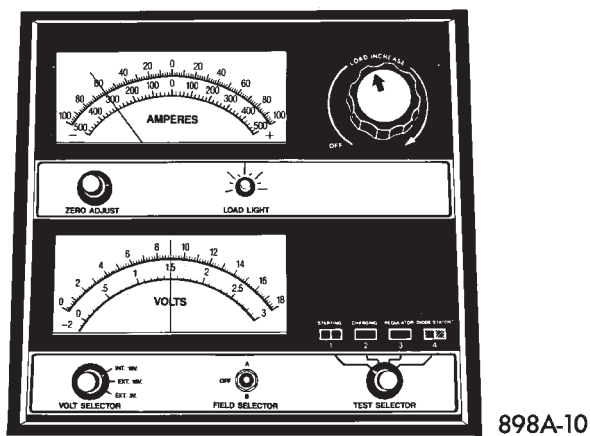

Fig. 8 Eliminación de carga de superficie de la batería—característica
(3) Gire la perilla de control de carga (reóstato de placas de carbón) hasta aplicar una carga de 300 amperios durante 15 segundos, luego coloque la perilla en posición OFF (Fig. 8). Esto eliminará la carga de superficie de la batería.
(4) Permita que la batería se estabilice en el voltaje de circuito abierto. El voltaje puede tardar hasta 5 minutos en estabilizarse.